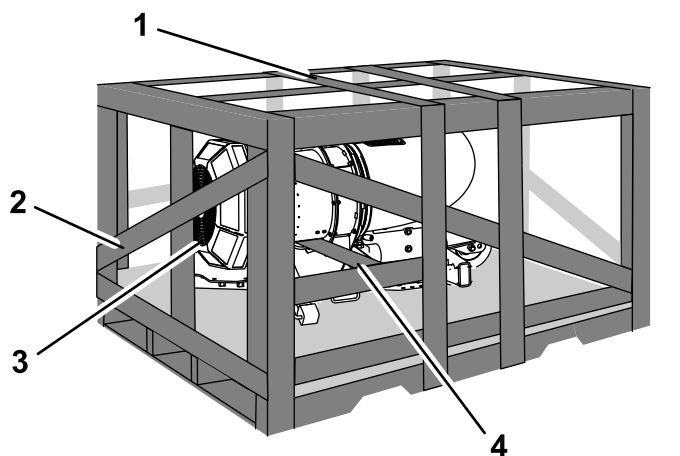

Figura 3
1. Îndepărtați partea superioară a cutiei (Figura 3).
2. Scoateți capătul cutiei care se află spre partea superioară a mainii (Figura 3).
3. Scoateți placa aflată sub carcasa suflantei (Figura 3).